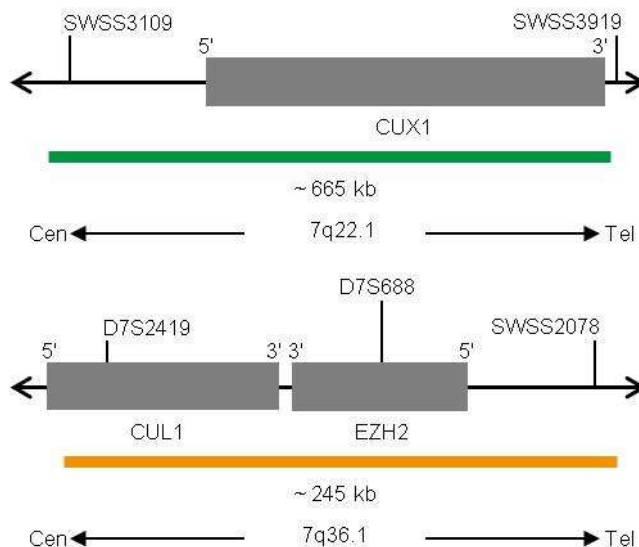

Abb. 1: Oben: SPEC CUX1 Sondenlokalisierung; Unten: SPEC EZH2 Sondenlokalisierung (nicht maßstabgetreu)
- ZyGreen (Anregung 503 nm/Emission 528 nm) markierten Polynukleotiden (~10.0 ng/ μ l), die gegen Sequenzen in 7q22.1* (chr7:101,270,255-101,934,924) gerichtet sind, welche die CUX1-Genregion enthalten (siehe Abb. 1).
- ZyOrange (Anregung 547 nm/Emission 572 nm) markierten Polynukleotiden (~4.5 ng/ μ l), die gegen Sequenzen in 7q36.1* (chr7:148,402,839-148,647,927) gerichtet sind, welche die EZH2-Genregion enthalten (siehe Abb. 1).